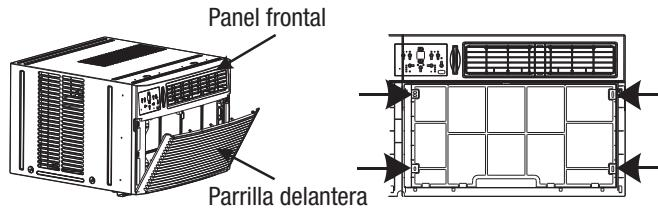

FIG. 1
1. Baje la rejilla frontal y retire el filtro. (Ver Fig. 1.)